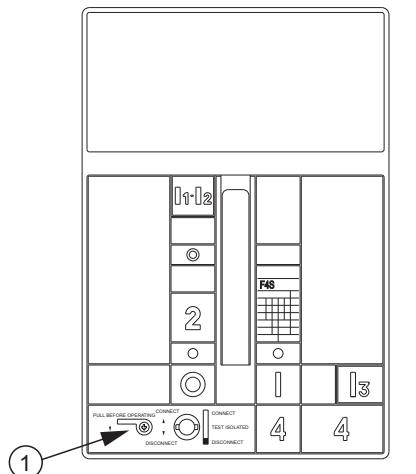

Fig. 1
c) l'eventuale pressione del pulsante (1) (fig. 1/2) rende impossibile la manovra dell'interruttore stesso.
c) the accidental pressure of the push-button (1) (fig. 1/2) bring to lock the circuit breaker operativity.
c) macht das Drücken von Drucktaster (1) (Abb. 1/2) das Betätigen des Leistungsschalters unmöglich. SOFERN ES NICHT UNBEDINGT ERFORDERLICH IST. DEN DRUCKTASTER NICHT BETÄIGEN. Sollte es infolge unbeabsichtigten Drückens der Taste (1) erforderlich sein, wieder die normalen Betriebsbedingungen herzustellen, den beweglichen Teil in die Position «test isolated» bringen (Punkt 6) und die angegebenen Vorgänge in der umgekehrten Reihenfolge wiederholen, um den beweglichen Teil wieder in die Position «disconnected» zu bringen.
c) en appuyant sur le bouton-poussoir (1) (fig. 1/2) la manœuvre du disjoncteur est impossible. EVITER D'APPUYER SUR CE BOUTON-POUSSOIR SI CELA N'EST PAS EXPRESSEMENT DEMANDE.
c) la presión del pulsador (1) (fig. 1/2) inhibe la maniobra del interruptor.